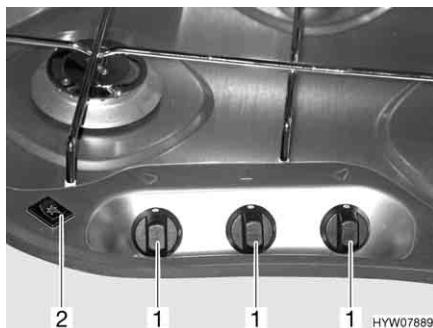

Fig. 104 Elementi di comando del fornello a gas
- ▷ Nei fornelli a gas senza accensione elettronica, non è presente il rispettivo interruttore a bilico (Fig. 104,2).
- Ruotare il pomello girevole (Fig. 104,1) dell'impianto a fiamma libera desiderato in posizione accesa (fiamma alta).
- Accensione elettronica: Premere l'interruttore a bilico (Fig. 104,2). Sul bruciatore vengono prodotte scintille.